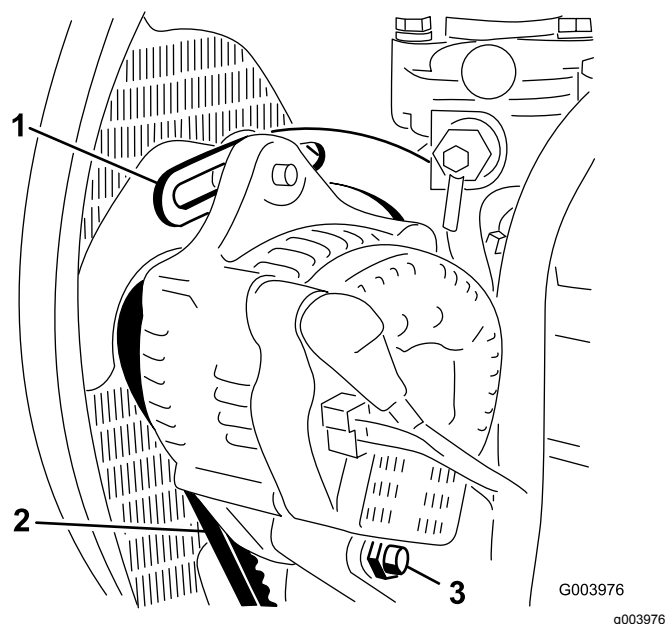

Figura 68
2. Controllate la tensione della cinghia dell'alternatore premendola (**Figura 68**) al centro tra l'alternatore e le pulegge dell'albero a gomito con una forza di 10 kg.
3. Allentate il bullone che fissa il supporto al motore (**Figura 68**), il bullone che fissa l'alternatore al supporto ed il bullone di rotazione.